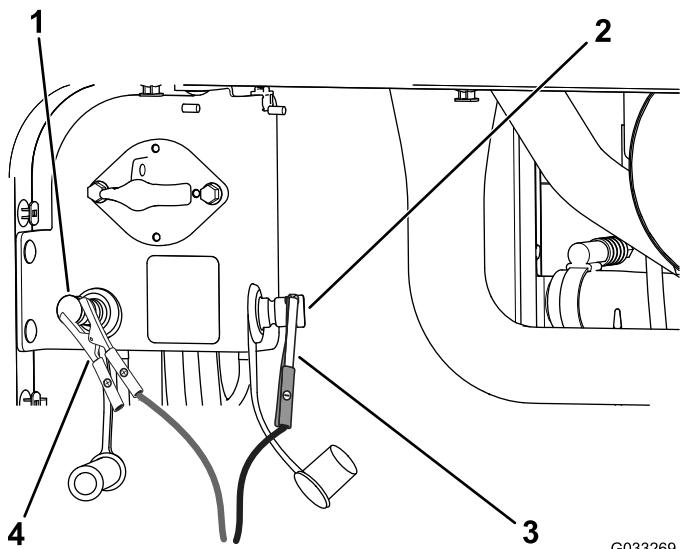

Рисунок 108
- Подсоедините положительный провод зарядного устройства к положительному штырю запуска от внешнего источника (Рисунок 108).
5. Подсоедините отрицательный провод зарядного устройства к отрицательному штырю запуска от внешнего источника (Рисунок 108).
7. После полной зарядки аккумуляторных батарей отсоедините зарядное устройство от источника электропитания, затем отсоедините провода зарядного устройства от штырей запуска от внешнего источника (Рисунок 108).